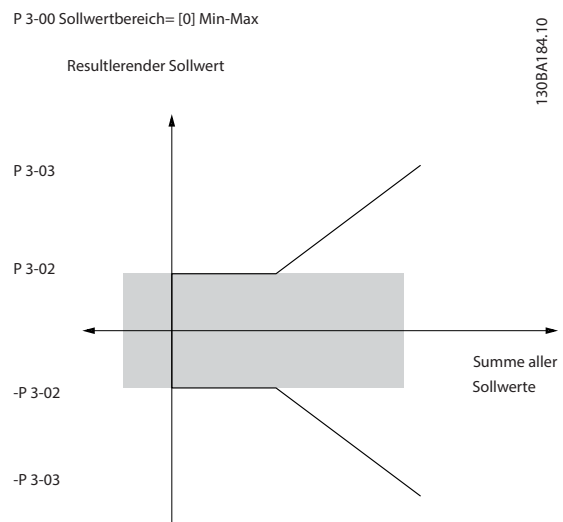
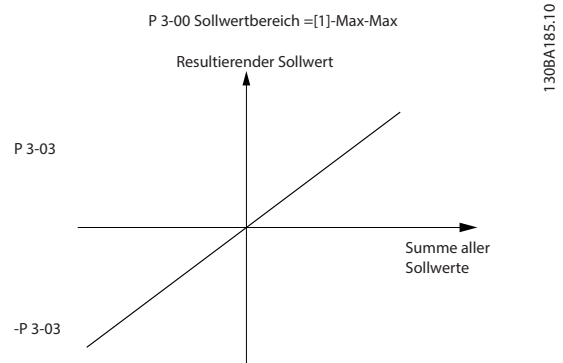
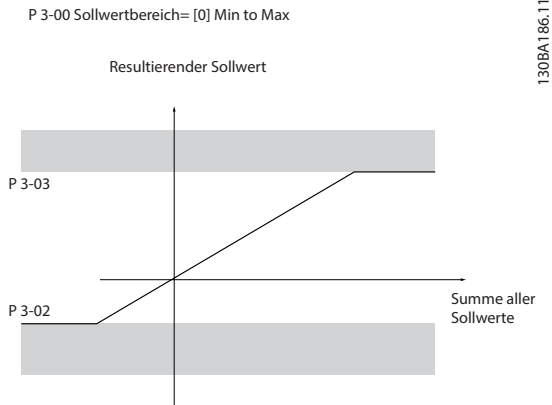

Abbildung 2.23 Sollwertbereich=[0] Min. bis Max.
Abbildung 2.24 Sollwertbereich=[1] -Max. bis Max.
Abbildung 2.25 Summe aller Sollwerte
*Parameter 3-00 Sollwertbereich*, *Parameter 3-02 Minimaler Sollwert* und *Parameter 3-03 Maximaler Sollwert* definieren zusammen den zulässigen Bereich der Summe aller Sollwerte. Die Summe aller Sollwerte wird bei Bedarf begrenzt. Die Beziehung zwischen dem resultierenden Sollwert (nach der Klammerung) wird in *Abbildung 2.23/Abbildung 2.24* gezeigt und die Summe aller Sollwerte wird in *Abbildung 2.25* gezeigt.
Sie können den Wert von *Parameter 3-02 Minimaler Sollwert* nicht unter 0 einstellen, sofern *Parameter 1-00 Regelverfahren* nicht auf [3] *PID-Regler* eingestellt ist. In diesem Fall ergibt sich das Verhältnis zwischen dem resultierenden Sollwert (nach der Befestigung) und der Summe aller Sollwerte wie in *Abbildung 2.25* gezeigt.